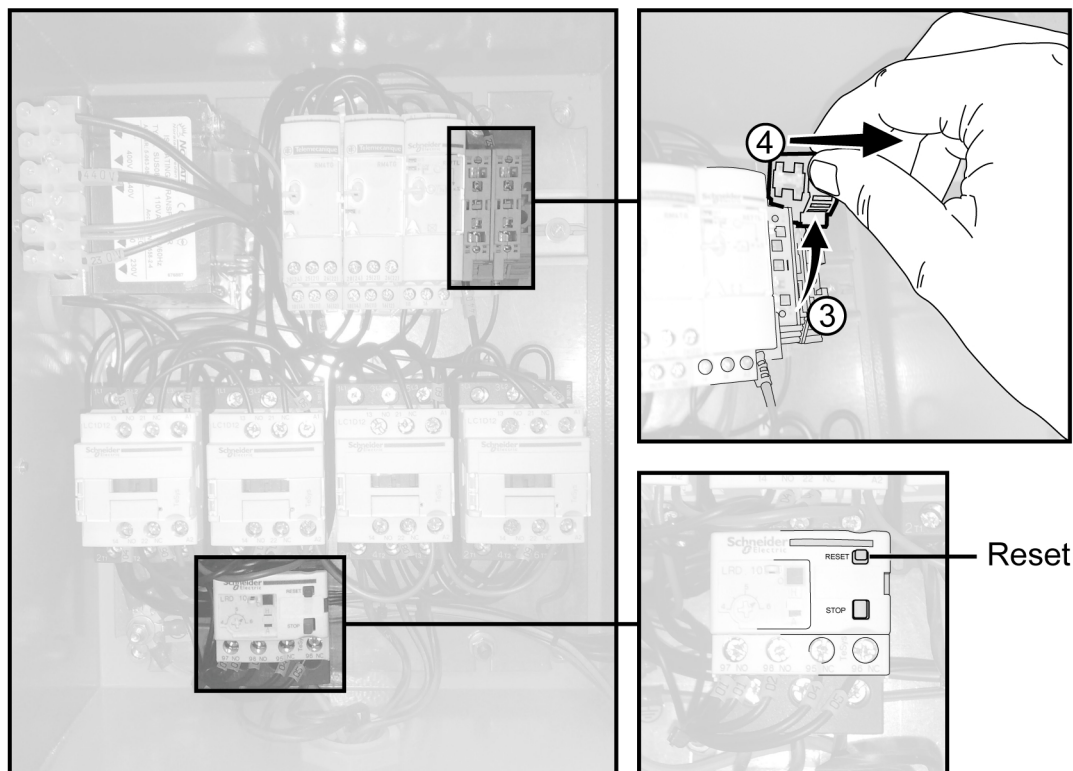

Figure 4-9. Armoire électrique
3. Appuyez sur le bouton Reset de la sécurité moteur, voir se Figure 4-9, page 21.
3. Relevez le porte-fusible, voir repère 3 dans *Figure 4-9, page 21*.
4. Ôtez le porte-fusible, voir repère 4 dans *Figure 4-9, page 21*.